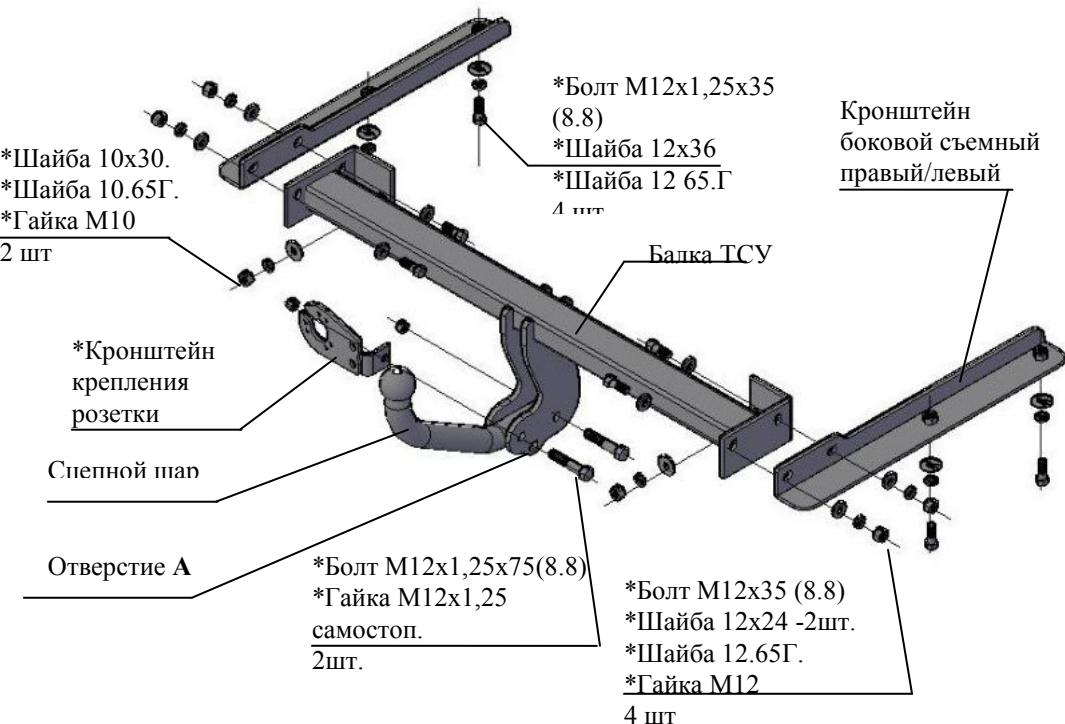

Рис.1 Тягово-сцепное устройство 9930
2.1 ТСУ 9930 в сборе (рис.1)	1 шт.
2.2 Пакет с комплектующими (см. рис.1)	1 шт.
4.3 Установить боковые съемные кронштейны ТСУ (правый и левый соответственно рис.1) внутрь лонжеронов а/м, закрепить к нижним полкам лонжеронов болтами M12x1,25x35, (используя приварные гайки), под головки болтов подложить шайбы 12.65Г и шайбы 12x36. Крепеж не затягивать.